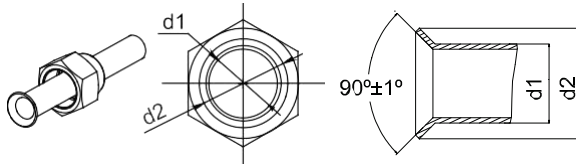

Fig.13
- (1). Coupez le tuyau de connexion à l'aide d'un coupe-tubes puis nettoyez les bavures. (2). Maintenez le tuyau vers le bas pour éviter des coupures lors de l'entrée du tuyau.
- (3). Retirez les écrous évasés de la vanne d'arrêt de l'unité extérieure et du sac d'accessoires de l'unité intérieure, puis insérez-les dans le tuyau de connexion ; évasez ensuite le tuyau de connexion à l'aide d'un outil d'évasement.
- (4). Vérifiez que l'évasement soit uniforme et qu'il n'y ait pas de fissures (voir Fig.13).